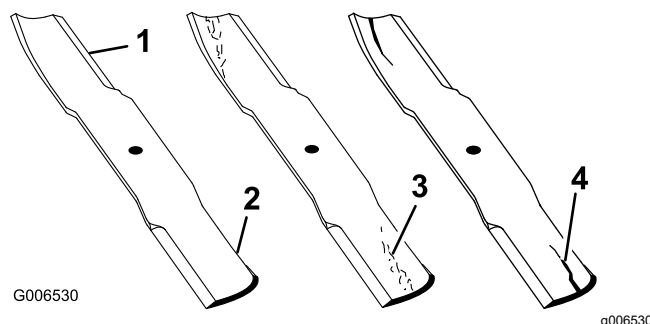

Figura 102
1. Controllate i taglienti (Figura 102).
4. Se notate incrinature, usura o scanalature in questa zona, montate immediatamente una nuova lama (Figura 102).